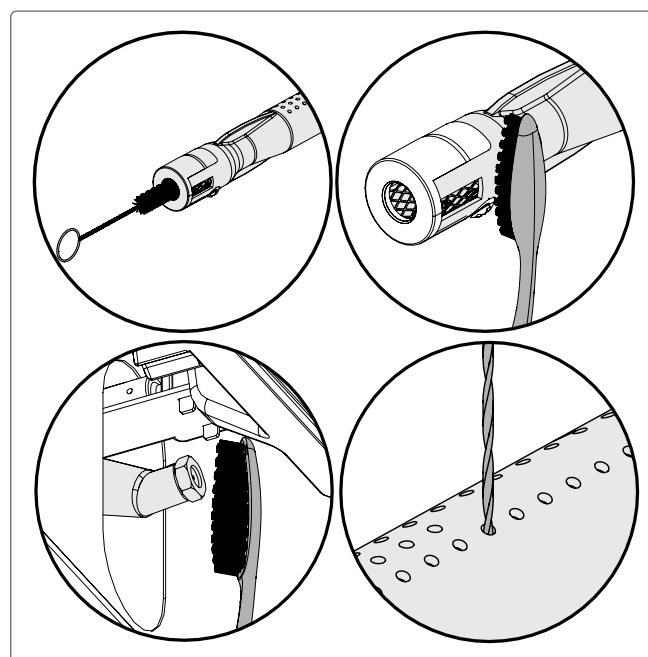

Fig. 15
2. Reinig de binnenkant van de brander met een flexibele venturiborsteltje. Schud los vuil uit de brander via de gasinlaat (Fig. 15).